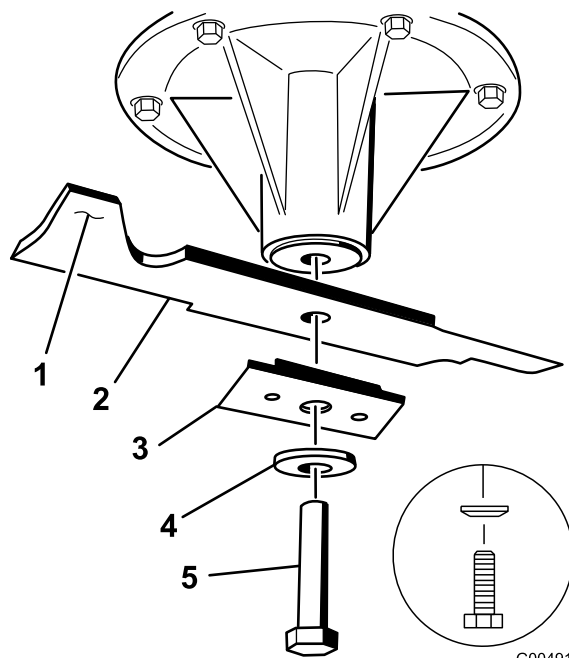

Figure 66
3. Pour les tabliers de coupe de 36 et 52 pouces, enlevez le boulon de lame, la rondelle bombée, le renfort de lame et la lame de l'axe de pivot (Figure 66).
3. Sur les tabliers de coupe de 36 et 52 pouces, montez la lame, le renfort, la rondelle bombée et le boulon de lame (Figure 66).